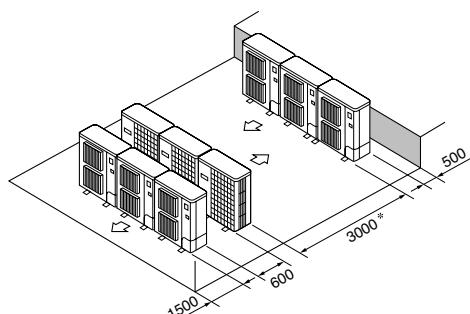

Fig. 2-13
⑥ Opstelling met meerdere parallele apparaten (Fig. 2-13)